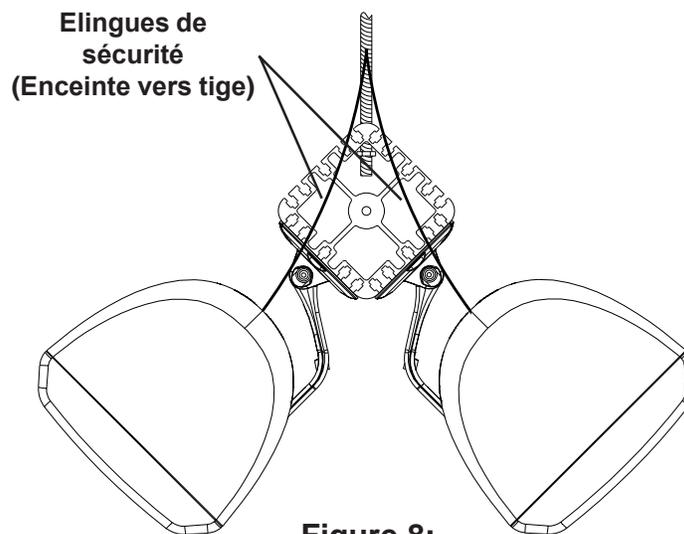

Figure 8:
3. Il est impératif d'installer des élingues depuis chaque enceinte jusqu'à la tige filetée. Faire une boucle autour de la tige filetée (Figure 8).